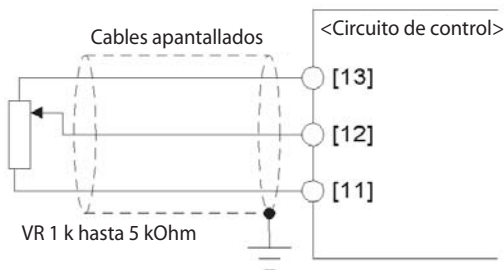

Fig. 2-3-12 Conexión del cable apantallado
- Dado que las señales analógicas con las que se trabaja son muy débiles, también son altamente sensibles a las interferencias externas. Coloque los cables por el recorrido más corto posible (máximo 20 m) y use exclusivamente cables apantallados. En principio la capa de protección contra interferencias del cable apantallado debería conectarse a tierra; cuando los efectos de las señales de interferencia de la inducción son considerables, la conexión con el terminal [11] puede resultar de ayuda. Conecte a tierra el extremo del apantallamiento como se ilustra en la Fig. 2-3-12 para reforzar el efecto del apantallamiento.